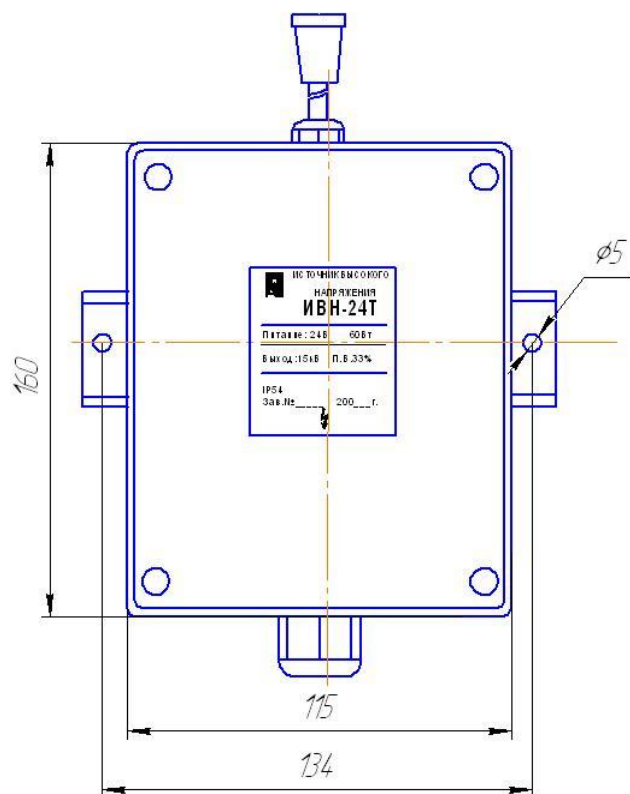

Рис. 1.
6.3 Закрепить ИВН на объекте винтами М5х40 и гайками М5 (2шт) в соответствии со схемой рис.1.